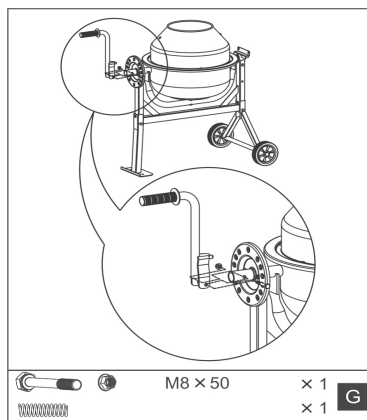

Fig.11
8. Placez le ressort à l'extrémité ouverte du levier pivotant. Une personne pousse le levier pivotant avec ressort sur l'arbre jusqu'à ce que les trous de connexion soient visibles, une autre personne pousse la vis correspondante à travers le levier pivotant et l'arbre. Fixer la vis (G), Fig. 11.